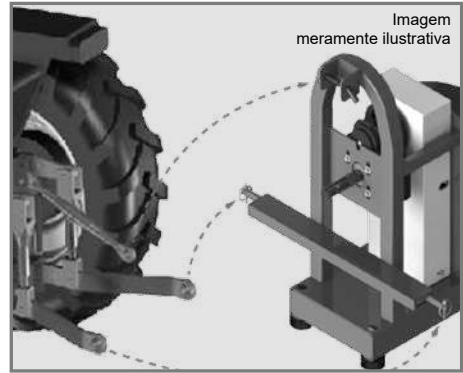

Figura 1
- ✓ El TRR 280 se fabricó para ser acoplado a un tractor equipado con elevador hidráulico de 3 puntos de enganche de la categoría II, según la Figura 1.